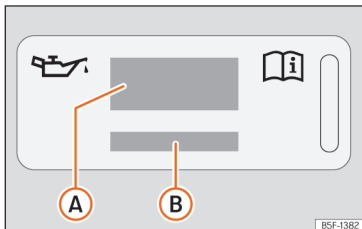
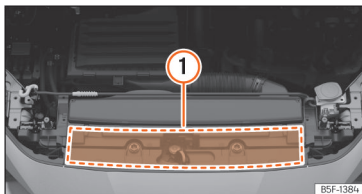

Fig. 213 În compartimentul motor: eticheta cu ulei de motor
Fig. 214 În compartimentul motor: zona unde se află eticheta cu uleiul de motor
Explicație pentru » » » **fig. 213:**
Dacă este necesară completarea cu ulei de motor, utilizați numai uleiurile indicate pe etichetă » » » **fig. 213**. Eticheta cu standard prevăzut este amplasată în partea din față a compartimentului motor » » » **fig. 214** **(1)**. Dacă utilizați uleiul de motor recomandat, puteți completa uleiul ori de câte ori este necesar.
- Dacă lipsește eticheta cu specificațiile uleiului de motor >>> **fig. 213**, contactați un atelier specializat.